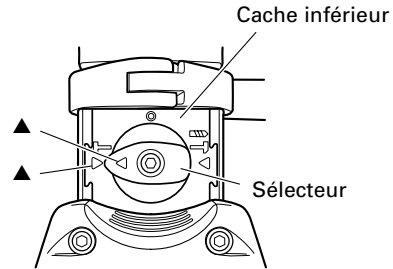

Fig. 7
(1) Commutation sur "percussion"
- (b) Aligner ▲ du sélecteur sur ▲ sur le côté T du dessous, comme indiqué à la Fig. 7.